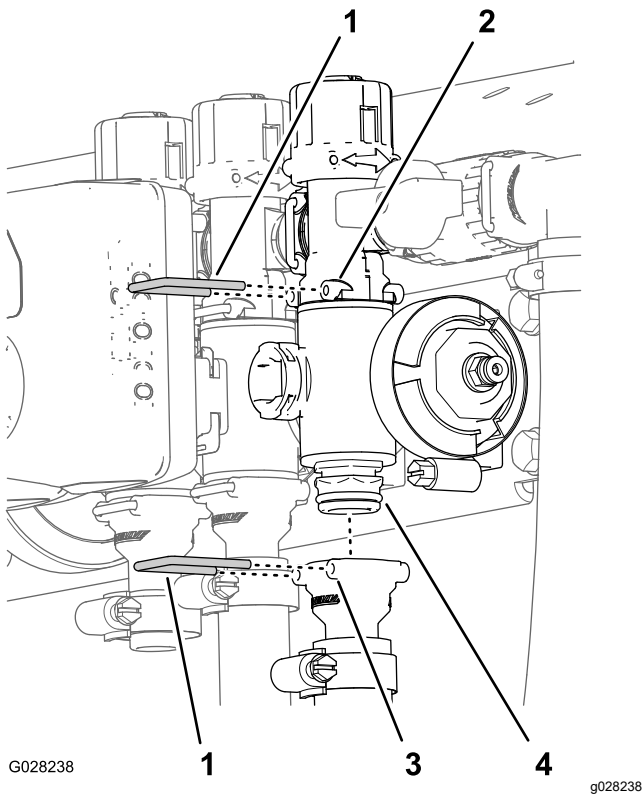

图 74
- 拆下将出口接头固定至喷洒臂段阀歧管和将阀歧管固定至旁通阀接头的卡环图 74。